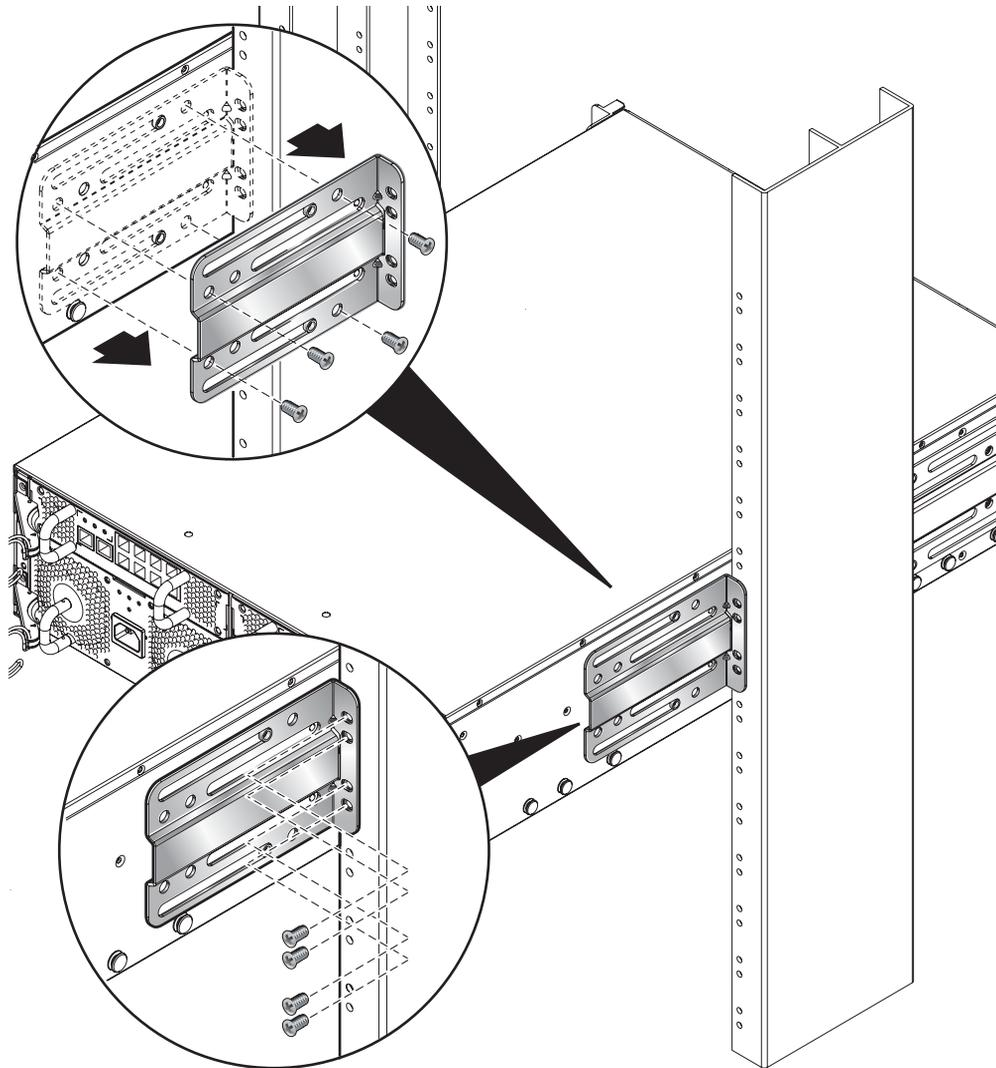

FIGURE 12-17 Retrait des supports arrière
1. Retirez les supports arrière du châssis et de l'armoire (FIGURE 12-17).